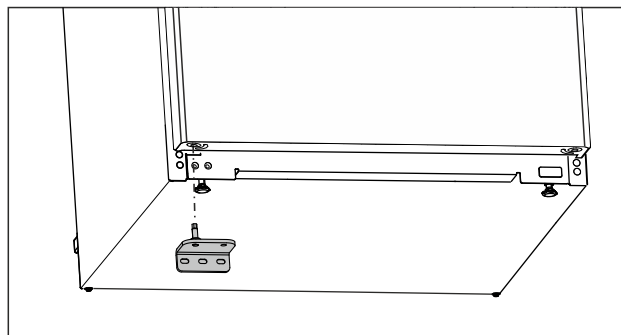

Fig. 23
- Vložte spodní stojan ložiska na opačné straně. (viz Fig. 23)